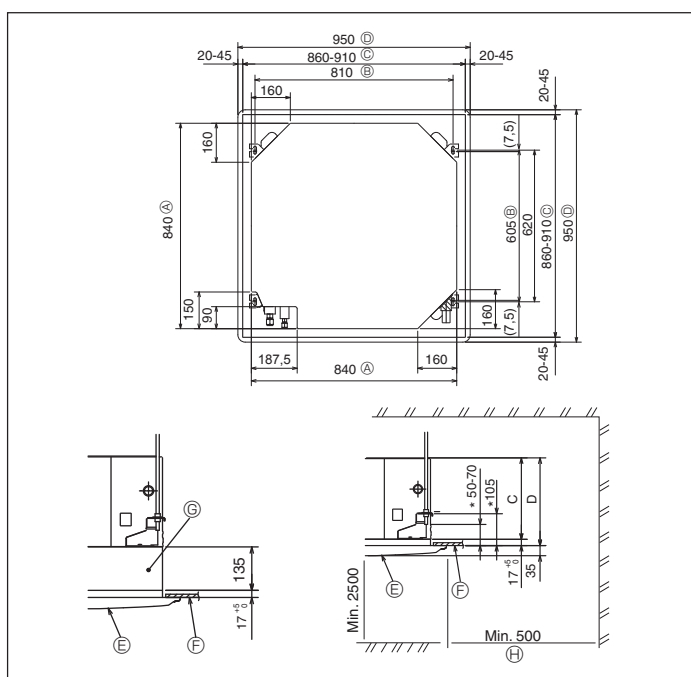

Fig. 3-2
### 3.2. Ouvertures dans le plafond et emplacement des boulons de suspension (Fig. 3-2)
- \* Les dimensions de l'ouverture dans le plafond peuvent être définies au sein de la plage indiquée dans la Fig.3-2 ; centrer l'appareil principal par rapport à l'ouverture dans le plafond, en veillant à la symétrie de chaque côté par rapport à l'orifice.